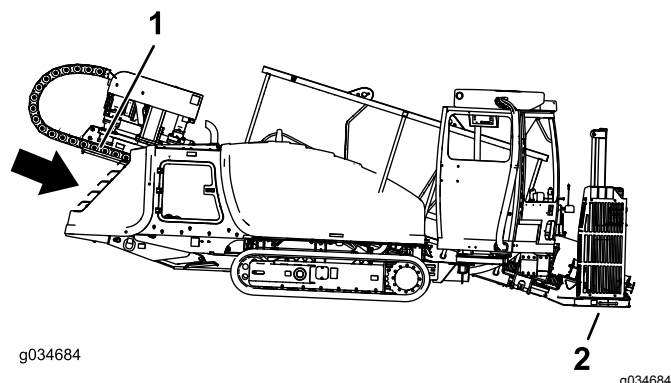

Figura 45
4. Baje el bastidor de empuje, inclinando el bastidor de perforación hasta que la chapa toque el suelo (Figura 45).